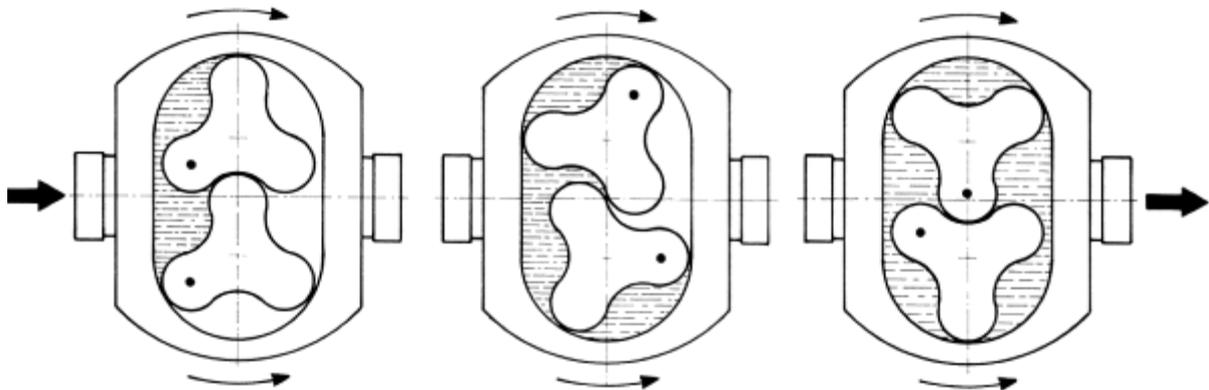

Abb. 1: Drehrichtung
- 3 - Drehsinn und Förderrichtung hängen gemäß Abbildung 1 zusammen. Die Pumpe ist dann richtig in die Anlage eingefügt, wenn der gewählte Drehsinn der gewünschten Förderrichtung entspricht.